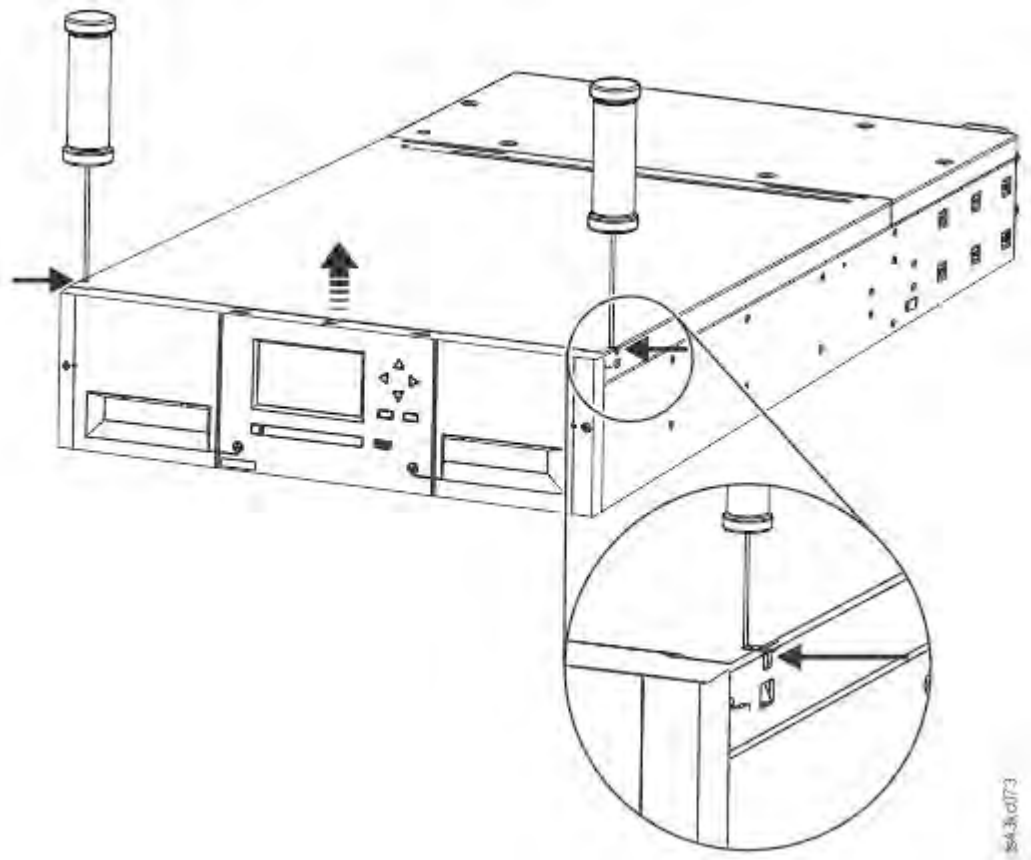

Figura 28. Sblocco della parte superiore del modulo
1. Sganciare la parte superiore del modulo utilizzando le dita o un piccolo strumento, uno su ciascun lato del coperchio, e premere verso l'interno. Quando il coperchio si apre, rimuoverlo tirandolo in avanti. Vedere Figura 28 a pagina 54.